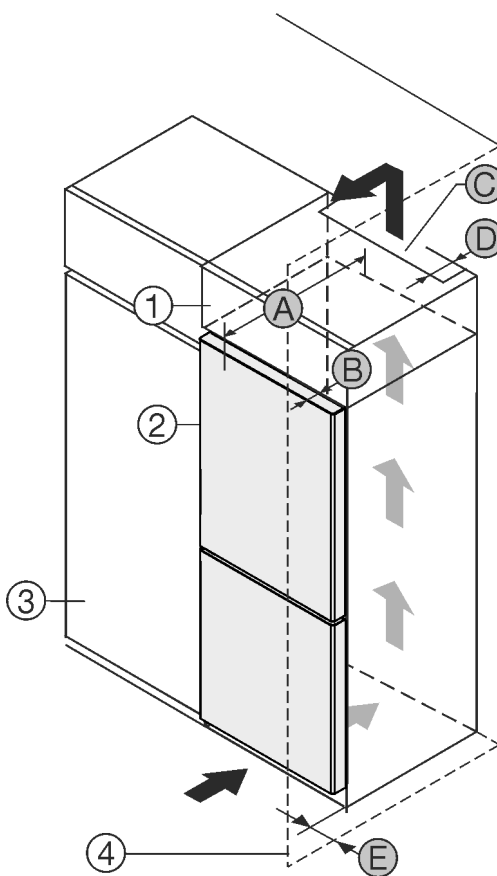

Fig. 1
- (3) Konyhaszekrény * (D) Készülék hátsó oldalának távolsága *
- (4) Fal * (E) Távolság a készülék oldalától *
- (A) Készülék mélysége *
A készülék közvetlenül a konyhaszekrény Fig. 1 (3) mellé állítható.*
A rátétszekrény hátoldalán egy megadott mélységű Fig. 1 (D) szellőzőaknát kell kialakítani a rátétszekrény teljes szélességében.*
A mennyezett alatt be kell tartani a szellőző keresztmet-szetet Fig. 1 (C).*
Ha a készüléket a zsanérjaival a fal Fig. 1 (4) mellé állítja fel, legalább 13 mm távolságot kell tartani a faltól.*
Ha a készüléket a zsanérjaival a fal Fig. 1 (4) mellé állítja fel, legalább 20 mm távolságot kell tartani a faltól.*
Ahhoz, hogy az ajtót teljesen ki tudja nyitni, a készüléknek a konyhaszekrény elülső oldalához képest legalább az ajtó mélységének Fig. 1 (B) megfelelően ki kell állnia. A konyhaszekrények Fig. 1 (3) mélységétől és a fali távtartók használatától függően a készülék nagyobb mértékben is túllóghat előre felé.*